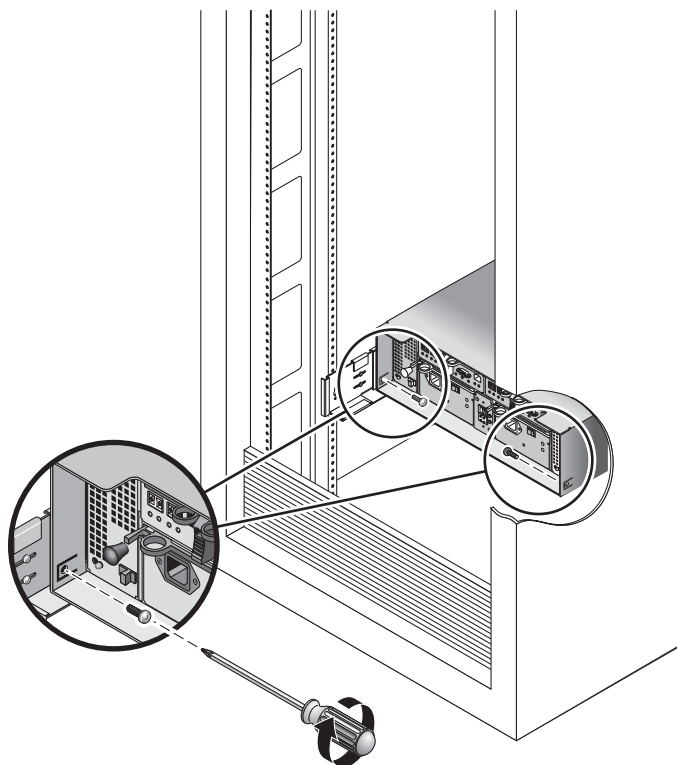

FIGURA 2-18 Fijación del chasis a la parte posterior del armario
6. Introduzca y apriete dos tornillos de 8-32 (uno a cada lado) en la parte posterior del chasis para fijar éste al armario (FIGURA 2-18).